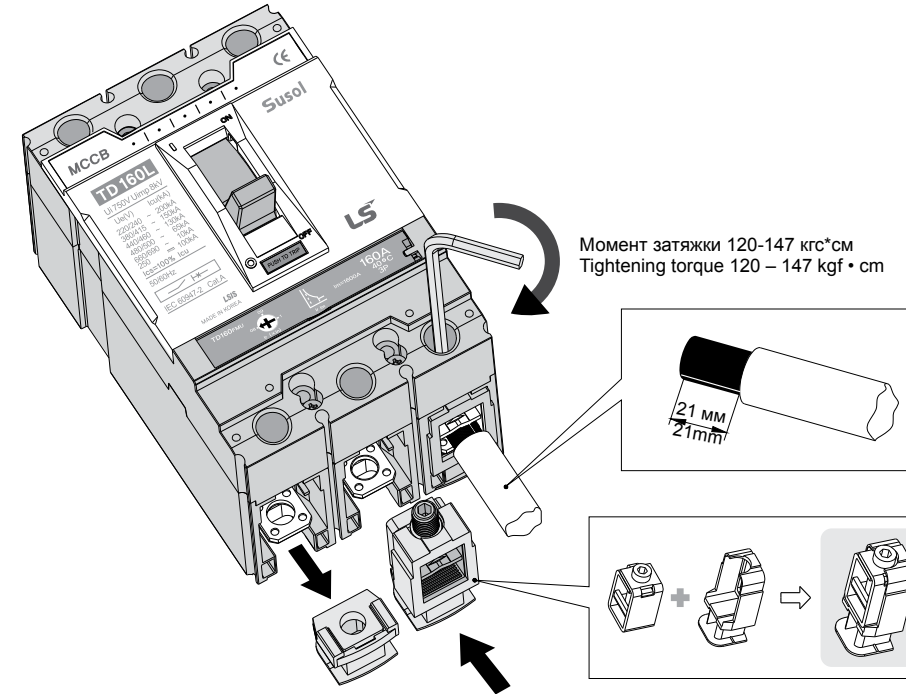

Рис. 1 ЗАЖИМ SBT (стальная клемма)
1. Следует установить ЗАЖИМ SBT так, как показано на рис. 1.
(Install the SBT LUG to the circuit breaker as shown in the fig. 1)
(Fig. 1) SBT(Steel Box Terminal) LUG